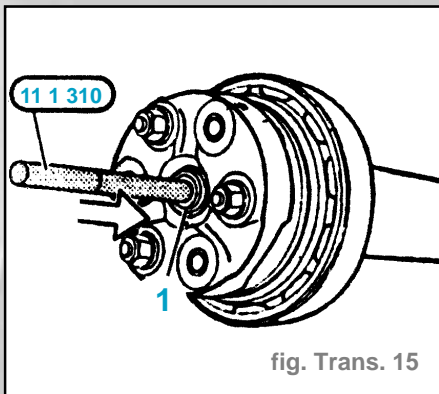

fig. Trans. 15
- Remplir complètement l'orifice de centrage de graisse très visqueuse (fig. Trans. 15).